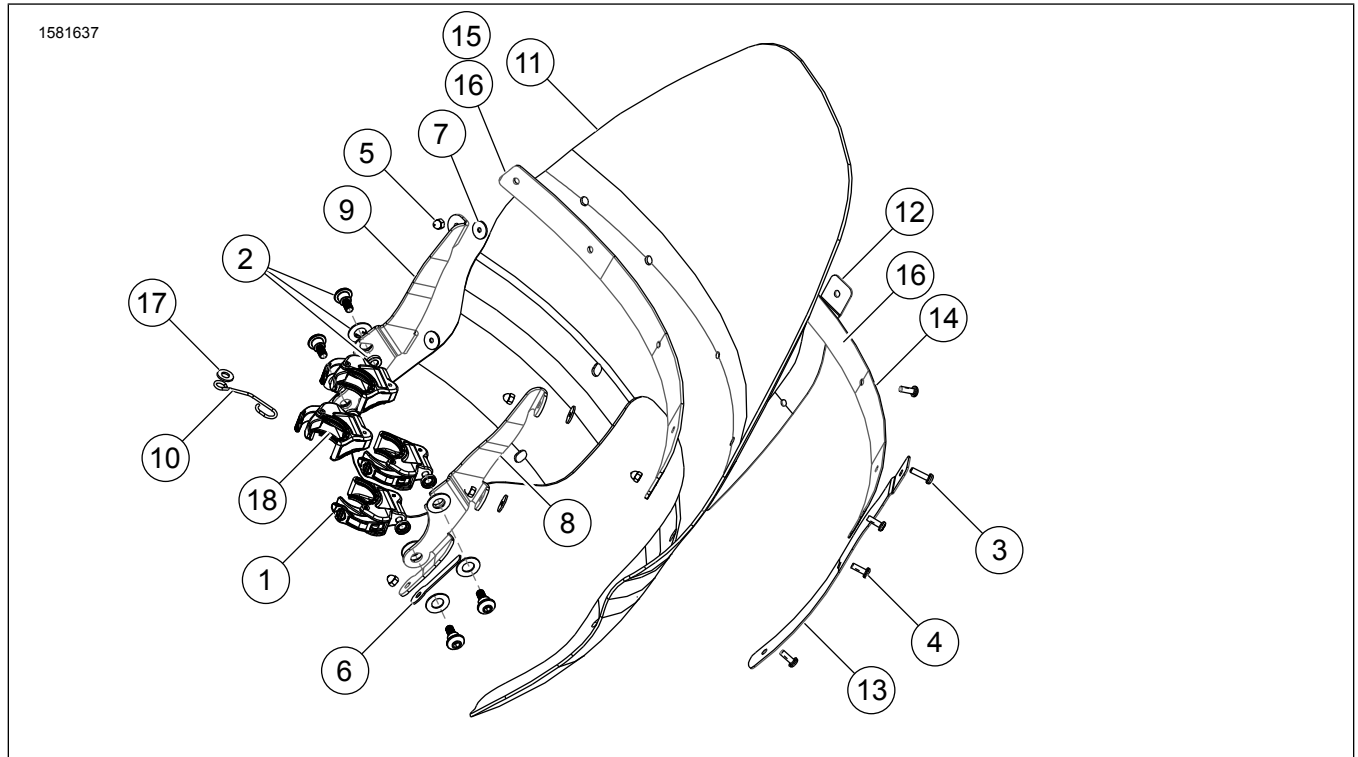
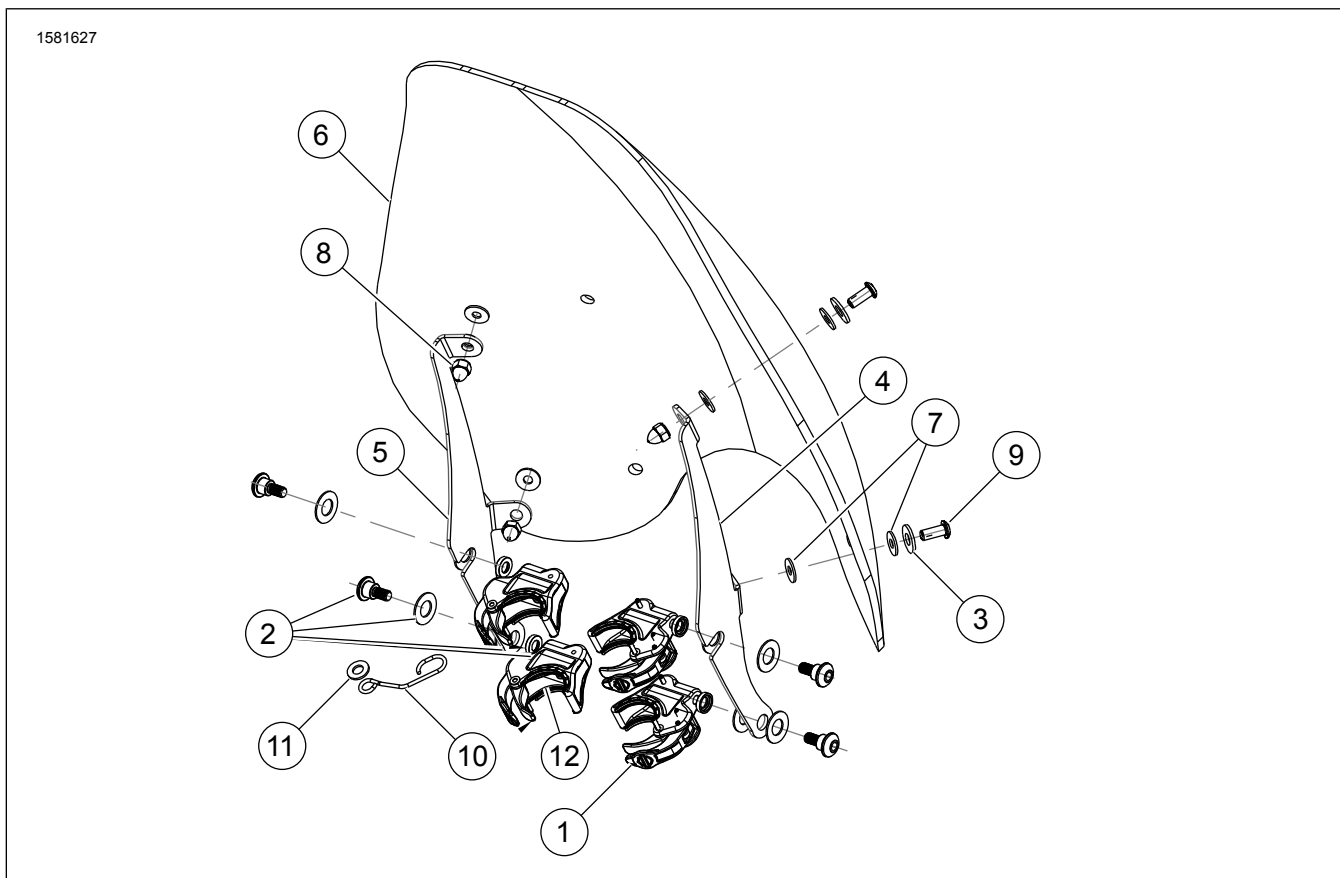

Figure 13. Pièces de rechange : Pare-brise Touring
Figure 14. Pièces de rechange : Pare-brise Super Sport
2. Voir Figure 13 ou Figure 14. Retirer les kits de bride et de visserie de l'emballage et séparer les pièces semblables avant le montage.